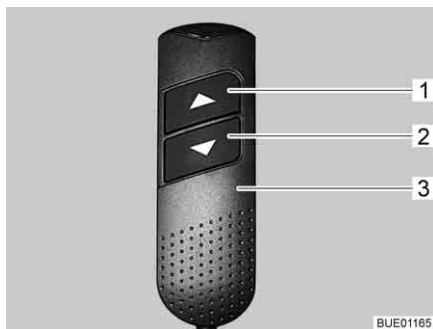

Fig. 110 Unidade de comando manual
- Na unidade de comando manual (Fig. 110,3), prima a tecla "▼" (Fig. 110,2) e mantenha-a premida. A parte dos pés é recolhida. As cabeceiras são levantadas.
- Na unidade de comando manual (Fig. 110,3), prima a tecla "▲" (Fig. 110,1) e mantenha-a premida. A parte dos pés é puxada para fora. As cabeceiras são descidas.
- Na unidade de comando manual (Fig. 110,3), prima as teclas "▼" (Fig. 110,2) ou "▲" (Fig. 110,1) durante o tempo necessário até ter obtido a posição pretendida.